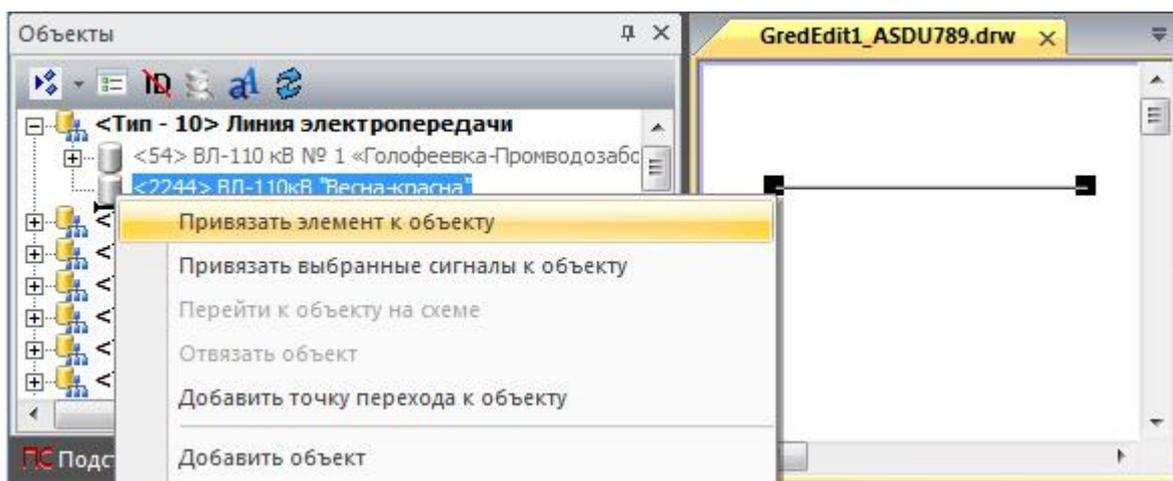

Рисунок 384 – Привязка линии к объекту
- вызвать контекстное меню выбранного объекта и выбрать пункт **«Привязать элемент к объекту»** (рисунок 384).